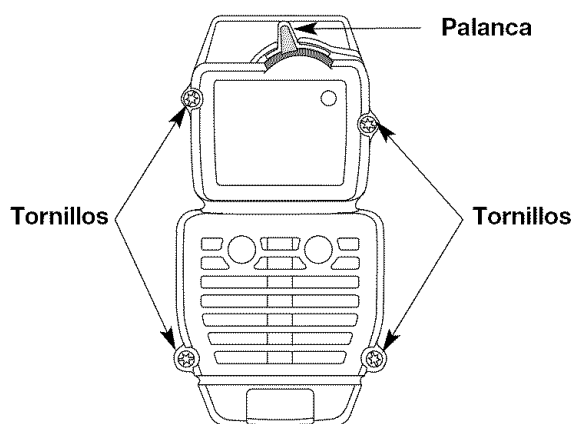

Fig. 13
**NOTA:** La palanca debe estar en Posición 2 (Fig. 13) para sacar la cubierta del silenciador / filtro de aire.